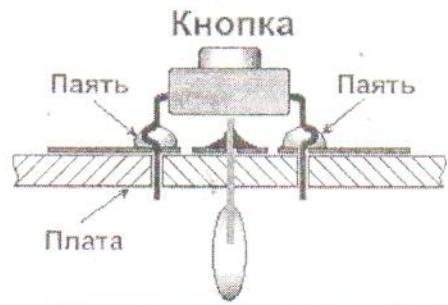

Рис.5 Установка кнопок на печатной плате
- Со стороны печати установите микрокнопки (смотри рисунок 5).